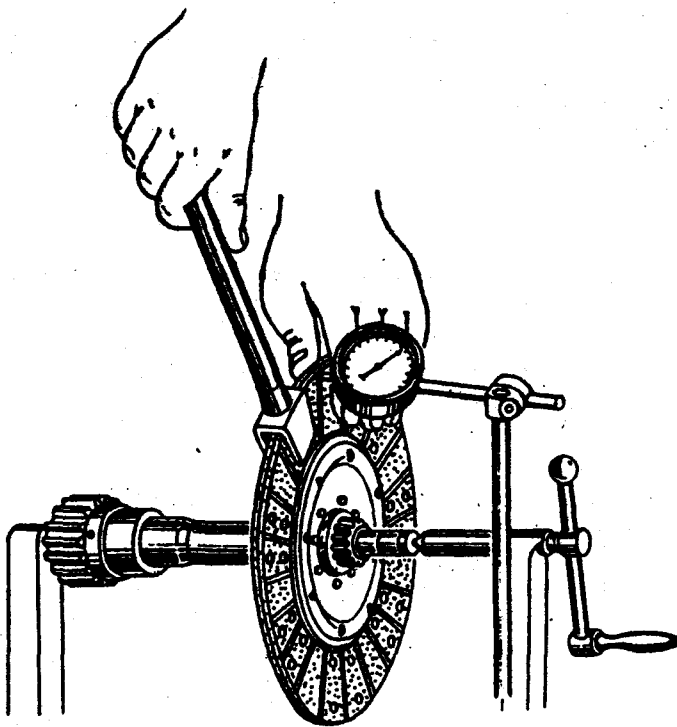

Рис. 28. Правка ведомого диска сцепления
4. Диск сцепления проверить в центрах (рис. 28) на биение накладок, используя оправку 6999-7703 или запасной первичный вал коробки передач.